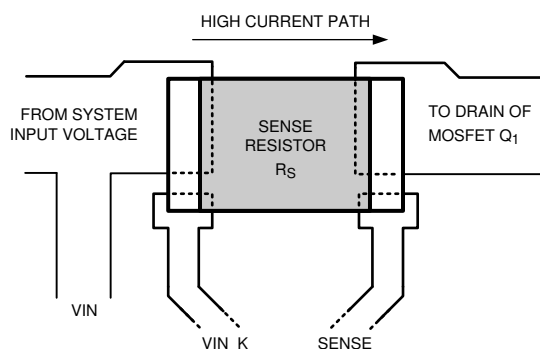

图 8-22. 检测电阻连接
- 将 TVS Z₁ 直接靠近 LM5066Hx 的 VIN 和 GND 引脚放置, 以帮助尽可能地减少输入电源线上可能出现的电压瞬变。选择 TVS 时应确保峰值 V_{IN} 略低于 TVS 反向偏置电压。当负载电流关闭时, 很容易在标称输入电压基础上出现 20V 或更高的瞬变电压。德州仪器 (TI) 建议通过对负载进行限流或短路操作, 并测量输入电压瞬变峰值, 以此测试电路的 VIN 瞬变性能。
- 检测电阻 (R_{SNS}) 应靠近 LM5066Hx 放置。应使用布线将检测电阻的 VIN 焊盘和 Q₁ 焊盘分别连接至 VIN_K 和 SENSE 引脚。使用开尔文技术连接 R_{SNS}, 如 图 8-22 所示。